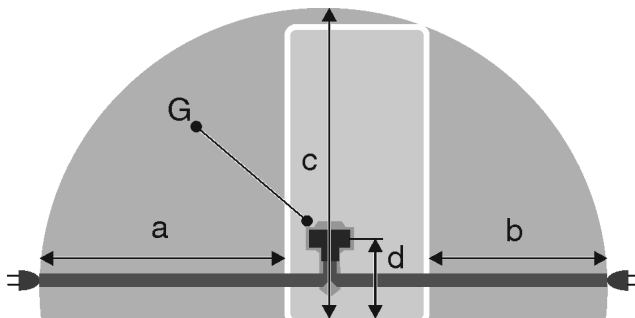

Fig. 55 Combinaciones de frigorífico y congelador / congeladores / compartimentos BioFresh con plena capacidad*
- La caja de enchufe no está situada detrás del aparato, sino en las zonas a o b Fig. 55 (a, b, c).
- ▶ Inserte el enchufe Fig. 55 (G) del aparato en la parte trasera del mismo. Asegúrese de que encaje correctamente.